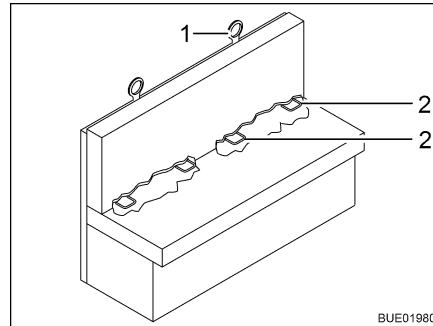

Bild 25 Isofix-Kindersicherung
Wenn das Fahrzeug mit Isofix-Kindersicherung ausgestattet ist, sind die dafür geeigneten Fahrzeugsitze mit einem Isofix-Symbol gekennzeichnet. Diese Fahrzeugsitze verfügen über Haltebügel (Bild 25,2) und einen weiteren Verankerungspunkt oben an der Sitzlehne (Top Tether) (Bild 25,1). Für Isofix geeignete Kinderrückhaltesysteme verwenden. Die Kinderrückhaltesysteme besitzen Rastarme, die in die Haltebügel des Fahrzeugsitzes eingeklinkt werden.
- Wenn möglich den Kindersitz zusätzlich am Top Tether (Bild 25,1) befestigen.